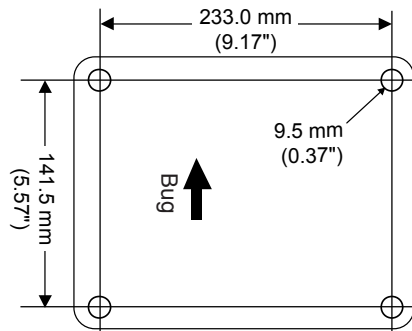

Abbildung 1
1. Nachdem Sie einen passenden Standort zum Befestigen des Scanners ermittelt haben, prüfen Sie ob, sich die vorderen und hinteren Bohrlöcher jeweils auf gleicher Höhe befinden. Bohren Sie dann mithilfe der Montageschablone oder mithilfe von Abbildung 1 vier Bohrlöcher mit einem Durchmesser von 9,5 mm (0,37 Zoll). (Dieser Schritt ist nicht erforderlich, wenn Sie eine vorgebohrte Garmin-kompatible oder Raymarine®-Halterung verwenden.)